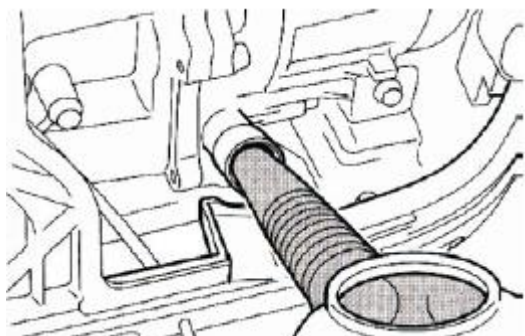
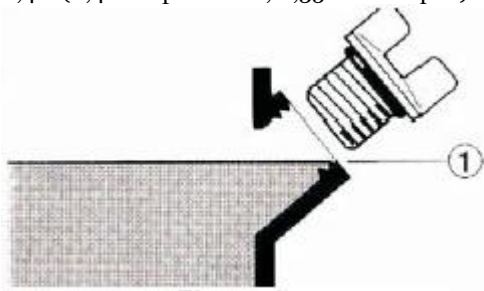

Рис. 3
Рис. 4
За допомогою воронки (у комплекті) залийте 0,42 літра SAE 10W-30 або 10W-40 (у комплекті) (див. рис. 3). Правильний рівень оливи (1) див. на рис. 4.